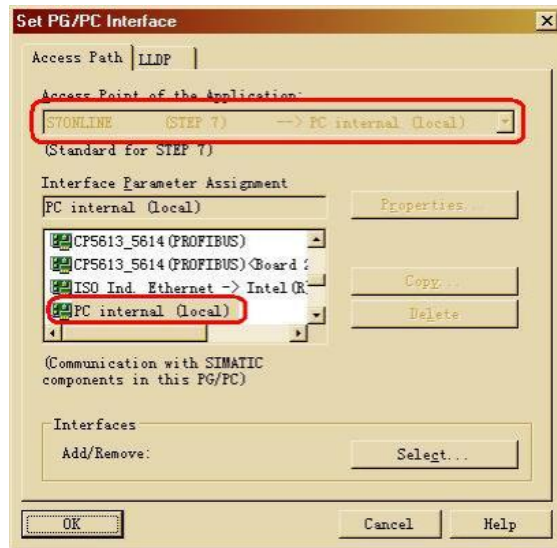

图 6
(D) 在 Set PG/PC Interface 中为 S7ONLINE(STEP7)分配 PC internal(local)，如图 6 所示。